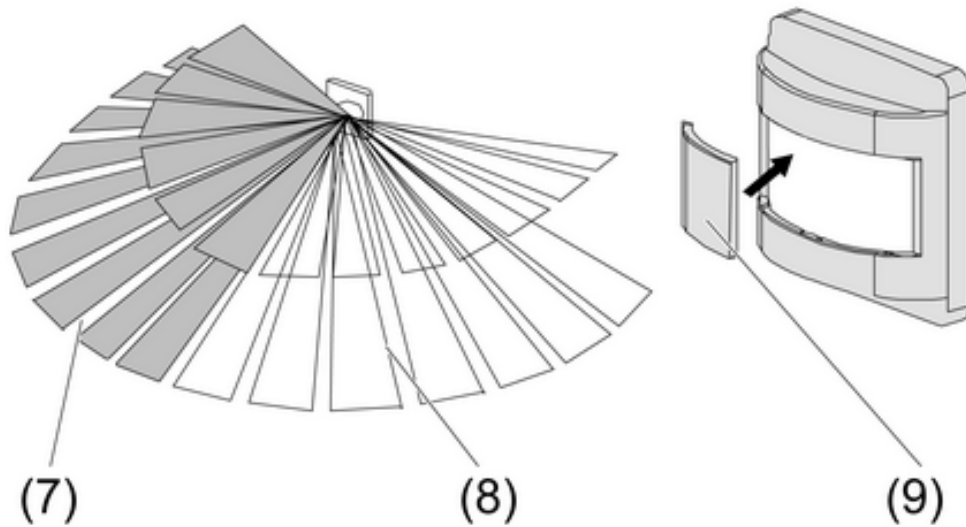

Figura 10
Con il diaframma fornito (9) non possono essere coperti i campi di rilevamento desiderati (figura 10). Il diaframma può coprire la metà sinistra (7) o destra (8) della zona di rilevamento, ognuna 90°.